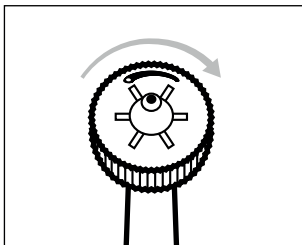

Abb.6
- ◆ Drehen Sie den Düsenregler **1** mit den Fingern im Uhrzeigersinn für einen Mehrfachstrahl zur Zahnfleischmassage (siehe Abb. 6 und 7).